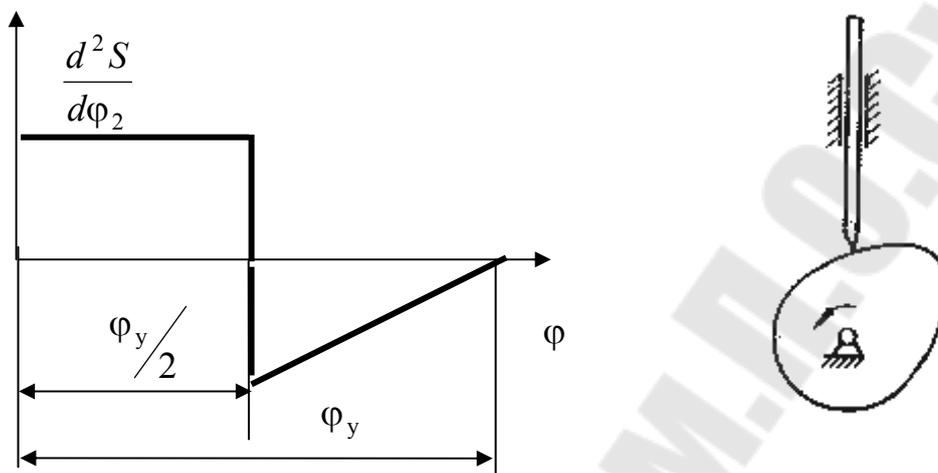

Рис. 7.2
2. Определить перемещение толкателя кулачкового механизма (рис.7.2) графическим и аналитическим методами при повороте кулачка на угол  $\varphi$ , если угол удаления  $\varphi_y$  и ход толкателя  $h$ , при заданном законе движения толкателя на угле удаления. Исходные данные приведены в табл. 7.2.